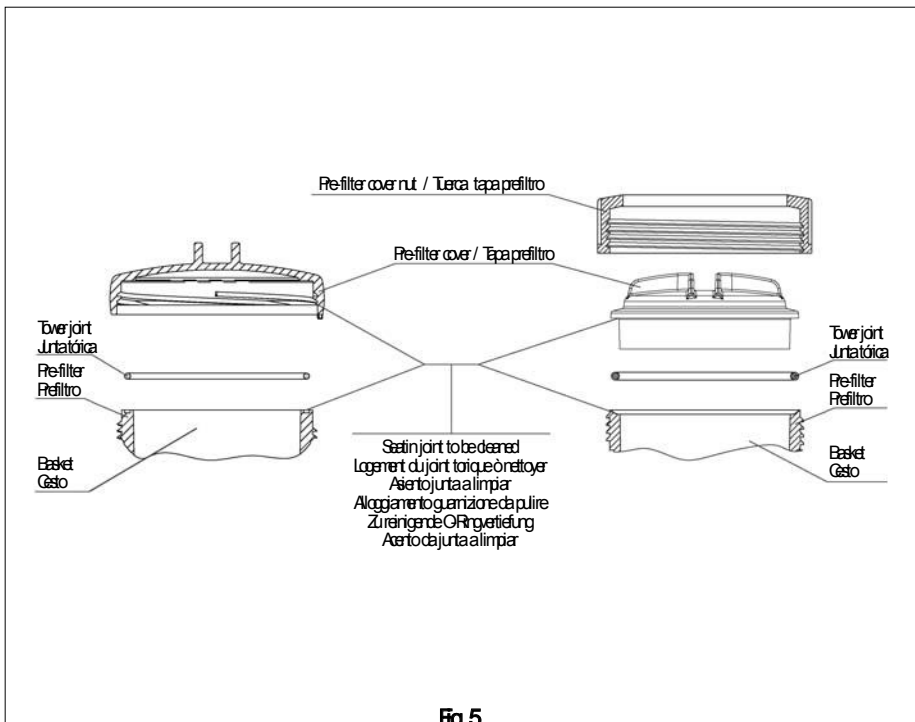

Fig 5
1. Desmontar a tampa do pré-filtro desrosacando a porca de fixação (Fig. 5).
- Colocar a tampa do pré-filtro e enrosacar para fechar sem esquecer de colocar a junta na respectiva posição (Fig. 5).
- Sempre que o pré-filtro for aberto, limpar as impurezas do assento da junta e da própria junta, para garantir a estanqueidade no fecho da tampa (Fig. 5).